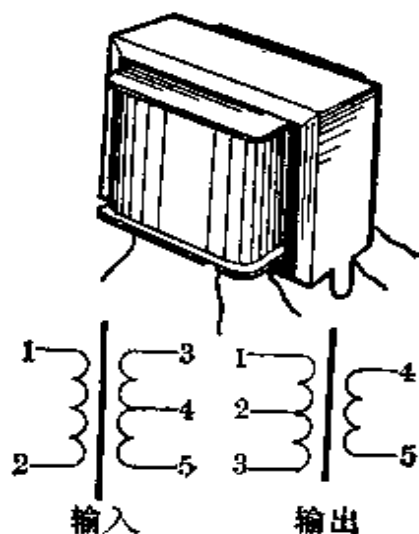

图 6-2
1. 输入和输出变压器 输入和输出变压器(简称“输入”、“输出”)的实物外形及符号见图 6-2。变压器是在闭合的铁芯上绕上两组或两组以上的线圈构成的。线圈分成初级